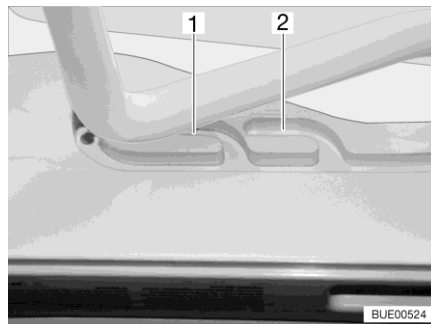
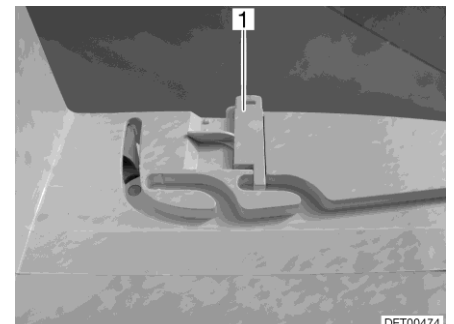

Bild 121 Führung (Lüftungsstellung)
Bild 122 Verriegelung (Lüftungsstellung)
Die Heki-Dachhaube kann in zwei Lüftungsstellungen gebracht werden: Schlechtwetterstellung (Bild 121,1) und Mittelstellung (Bild 121,2). Je nach Modell kann die Dachhaube in der Mittelstellung mit den beiden Riegeln (Bild 122,1) links und rechts am Rahmen der Dachhaube verriegelt werden.
- Den Bügel leicht nach oben drücken und in die gewählte Führung (Bild 121,1 oder 2) schieben und ggf. verriegeln.